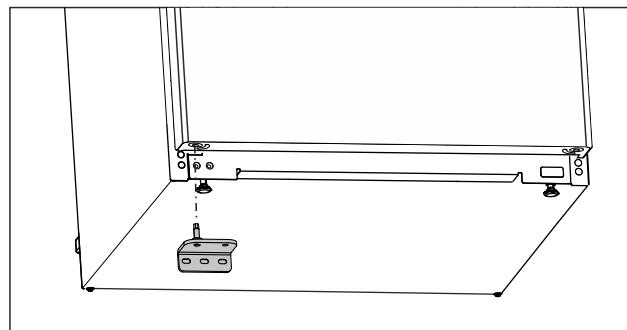

Fig. 16
- Umetnite donje ležajno postolje na suprotnu stranu. (pogledajte Fig. 16)